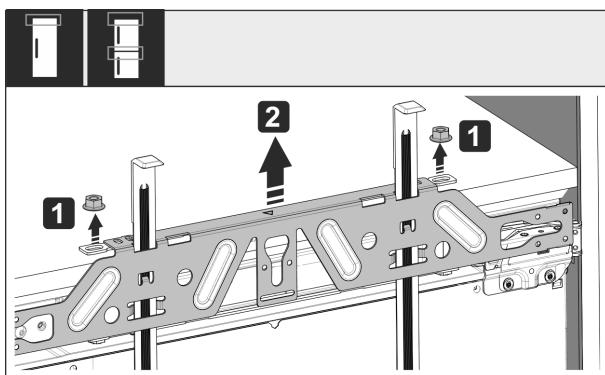

Fig. 54
- Kontermuttern Fig. 54 (1) lösen.
- Befestigungsbrace Fig. 54 (2) abnehmen.